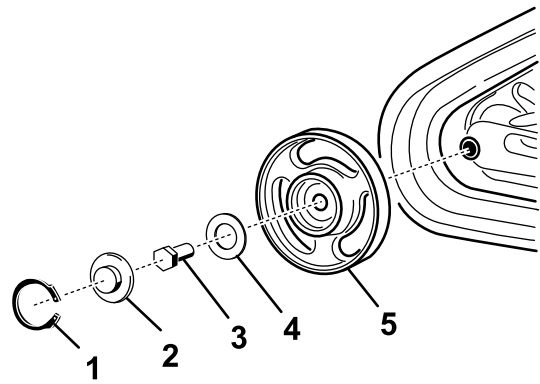

Bild 48
**Hinweis:** Sie müssen ggf. das äußere, vordere Straßenrad entfernen. Entfernen Sie zum Abnehmen den Sprengring und die Kappe von der Mitte des Straßenrads (Bild 48). Entfernen Sie jetzt die Schraube und die Dichtung von der Mitte des Rads und ziehen Sie das Rad von der Maschine.